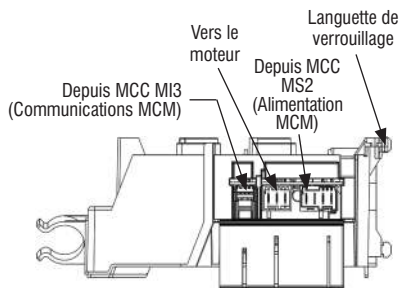

Figure 6 - Module de commande du moteur (MCM)
- 6.** Contrôler visuellement que tous les connecteurs sont complètement insérés dans le MCM (voir Figure 6, page 39).